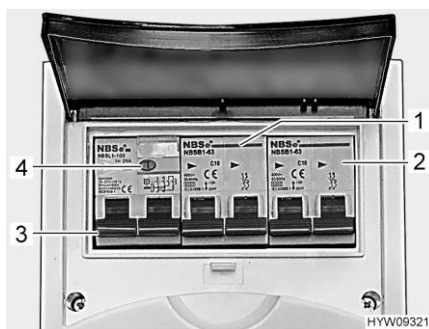

Fig. 145 Disjoncteur de protection de circuit et disjoncteur FI (coffret de fusibles 230 V)
Un disjoncteur différentiel (disjoncteur FI) (Fig. 145,3) dans le coffret de fusibles protège tout le véhicule contre le courant différentiel (30 mA).
Le disjoncteur de protection de circuit connecté en aval (10 A) (Fig. 145,1) protège les prises de courant de 230 V, le bloc électrique, le chargeur supplémentaire et le réfrigérateur.
Sur les véhicules possédant un équipement particulier tel que la climatisation dans le toit, un disjoncteur de protection de circuit supplémentaire (16 A) (Fig. 145,2) protège l'appareil.
- Lorsque le véhicule est raccordé à l'alimentation 230 V, appuyer sur la touche de contrôle (Fig. 145,4). Le disjoncteur différentiel (FI) doit se déclencher.